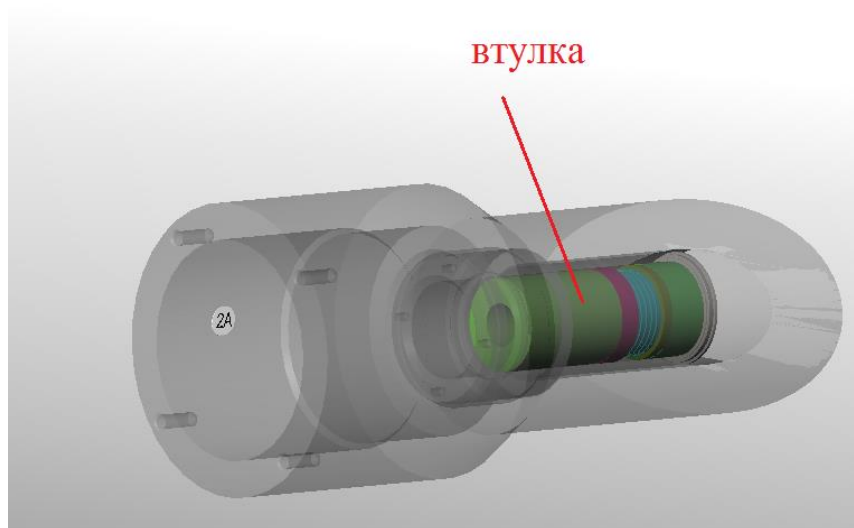

Рисунок 52 – установка втулки
4.2.2.21 Установить втулку (см. Рисунок 52).